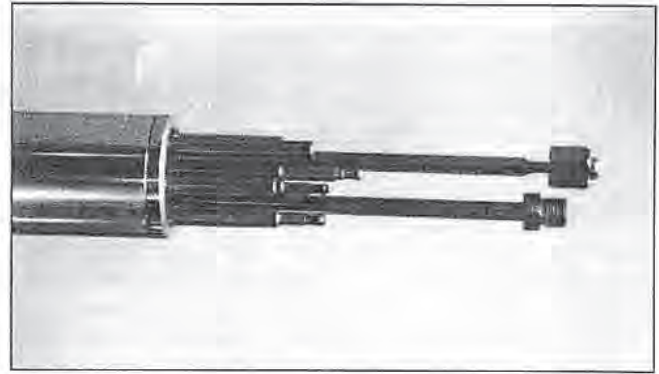

Abb. 2: Brennerseitige Anschlüsse
5. Zum Lösen der Schlauchanschlüsse muß der Knickschutz über das Schlauchpaket gezogen werden. Danach können alle Anschlüsse entfernt werden (**Abb. 2**).